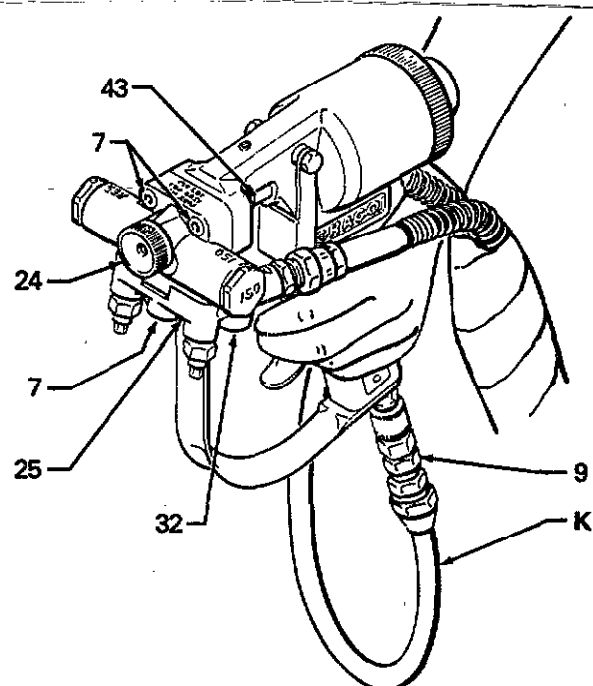

Fig 9
- 14) Instalar el capot plástico (43) alrededor de la parte visible del conjunto aguja para evitar que el exceso de espuma pulverizada se amontone sobre la aguja. Ver Fig. 9.
- 15) Ensamblar el colector de producto con la pistola utilizando la llave 3/16" (48) para apretar firmemente los tornillos Allen (7) (par 4,5 N.m). Ver Fig. 9.
Los tubos de productos se pueden conectar hacia abajo a partir del colector o hacia atrás como se muestra en la Fig. 9.
Ahora conectar los tubos productos en las entradas del colector. Cerciorarse que el tubo de aire está bien conectado a la pistola. Ver Fig. 9.